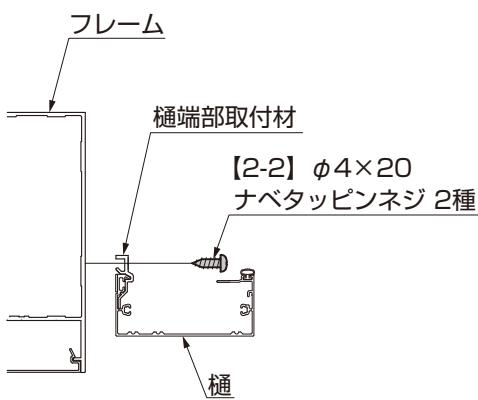

図2-11 B部詳細図端部
- ④樋端部取付材をフレームに【2-2】で固定してください。(図2-11参照)